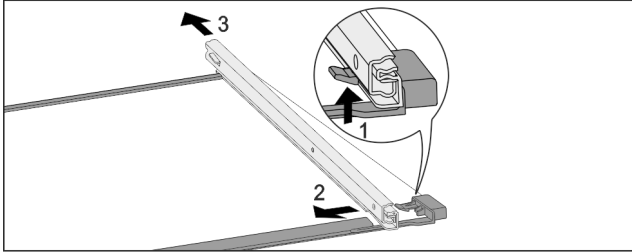

Fig. 233 Üveglap sínekkel
- ▶ Nyomja felfelé az előlő akasztókampót. Fig. 233 (1)
- ▶ Tolja ki oldalra Fig. 233 (2) és hátra Fig. 233 (3) a kihúzó-sínt.